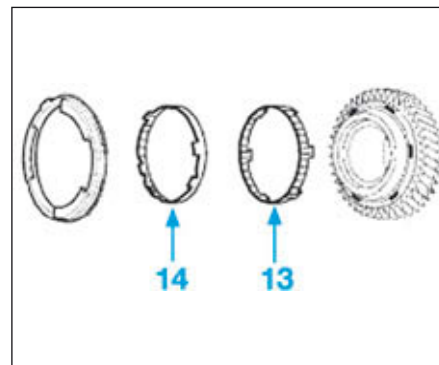

FIG.36
- Positionner les encoches de la synchronisation triple cônes (13) et (14) (Fig.36).